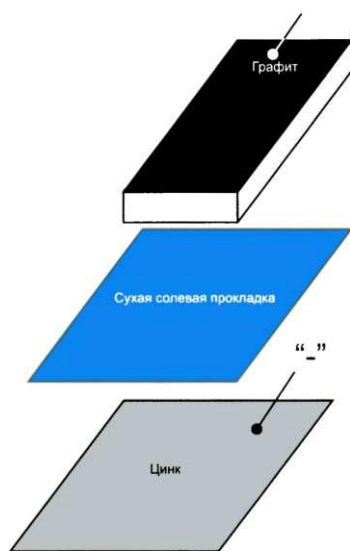
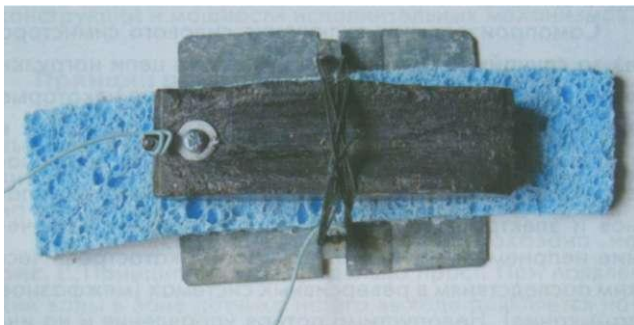

Рис.2
Рис.3
1. Датчик представляет собой простейший гальванический элемент, в котором отсутствует электролит. В сухом виде этот элемент неактивен. Вода, попадая в датчик, растворяет находящееся в нем активное вещество и становится электролитом. Таким образом, датчик активизируется и производит некоторый электрический потенциал, достаточный для срабатывания устройства. Датчиков может быть любое количество. Включаются они параллельно. Обязательно соблюдение полярности. Эскиз датчика показан на **рис. 2**, а фотография датчика, изготовленного автором из бросовых материалов, - на **рис. 3**. Отрицательным электродом датчика служит пластина оцинкованной жести, площадь которой не менее 50 см^2 ($5 \times 10 \text{ см}$). Цинк здесь является обязательным веществом, которое взаимодействует с электролитом. Положительным электродом датчика служит графит. Это тоже обязательное вещество. Автор использовал отработанный скользящий электроконтакт от токосъемника троллейбуса. Между положительным и отрицательным электродами расположена хорошо впитывающая воду прокладка. Прокладка